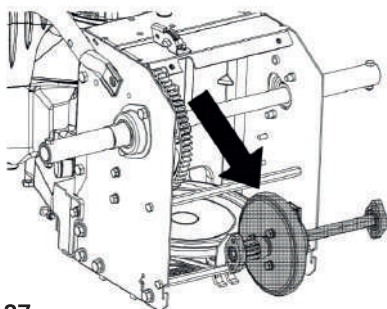

Рис. 37
4. С усилием потяните шестигранный вал, снимите шестигранный вал и переходный вал в сборе. См. рисунок 37.